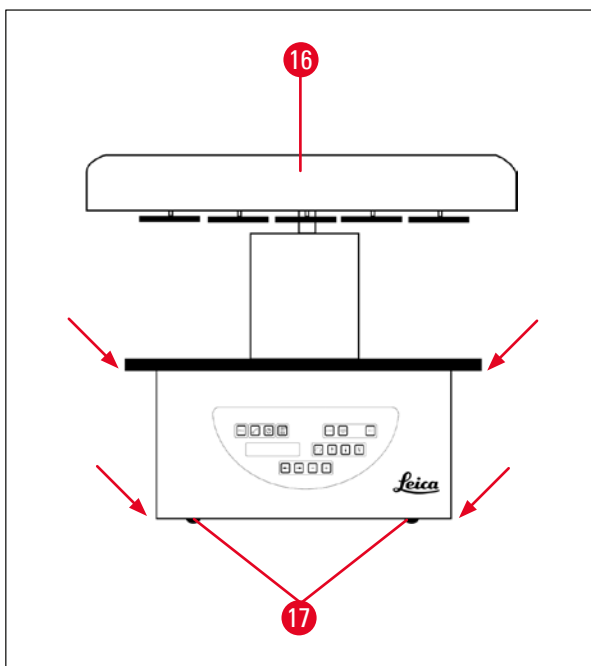

Fig. 12
- Pour soulever l'appareil et le séparer du socle (→ Fig. 11-10), prenez-le par le plateau destiné à recevoir les béciers ou par le bas du carter (→ Fig. 12).